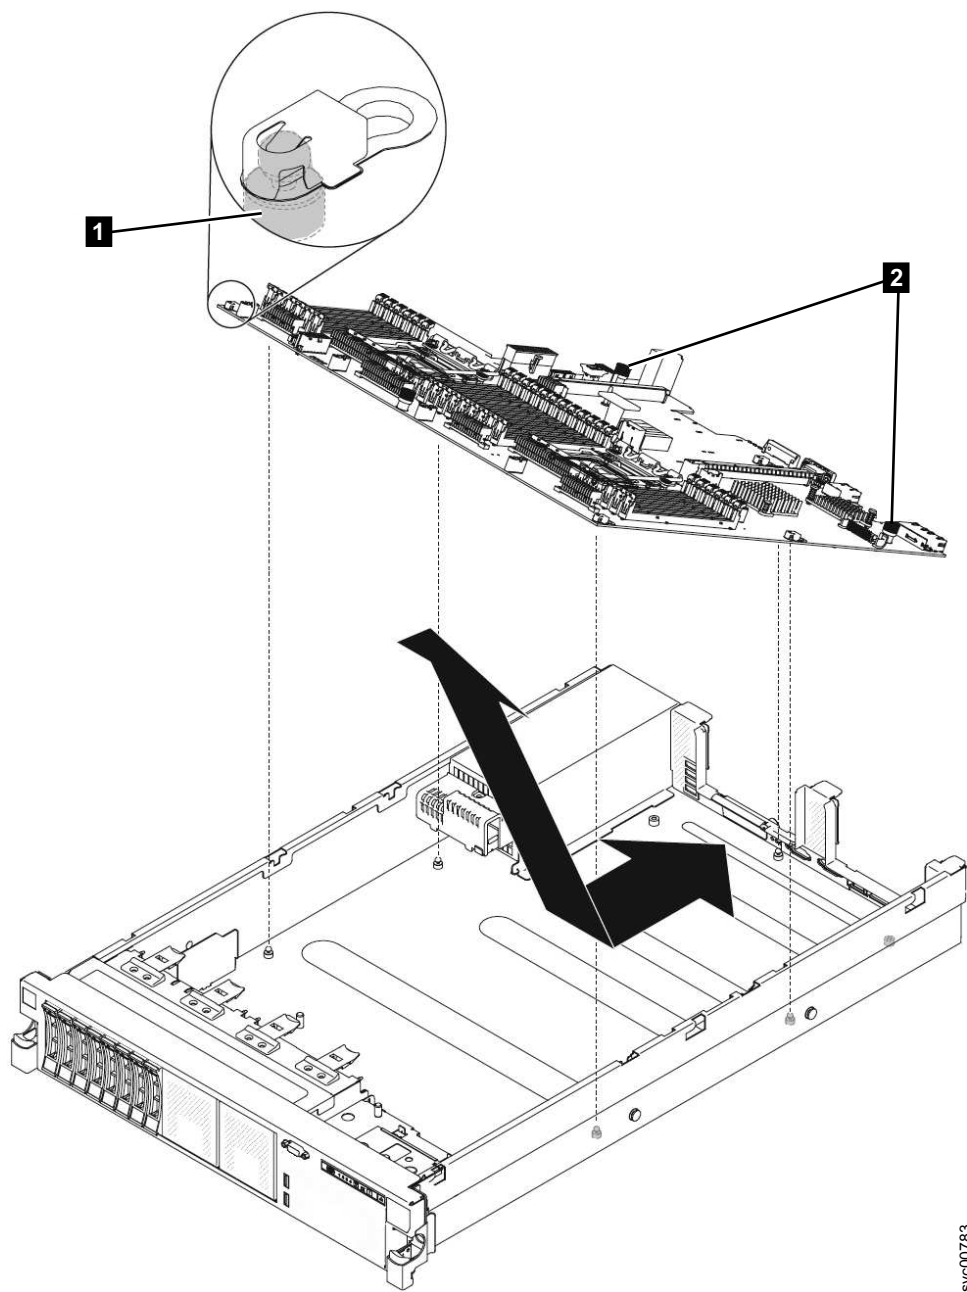

图 204. 卸下 SAN Volume Controller 2145-DH8 主板
15. 拉出并抬起主板每一侧的引脚和指旋螺钉，如图 204 中所示。